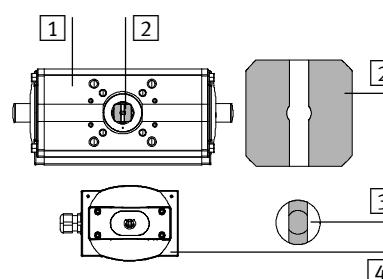

图 9
- 借助适合的工具或联轴器校准传感器盒的轴, 使其与联轴器及摆动驱动器的轴以所希望的方式相互交错卡住 (参见图 9 示例)。